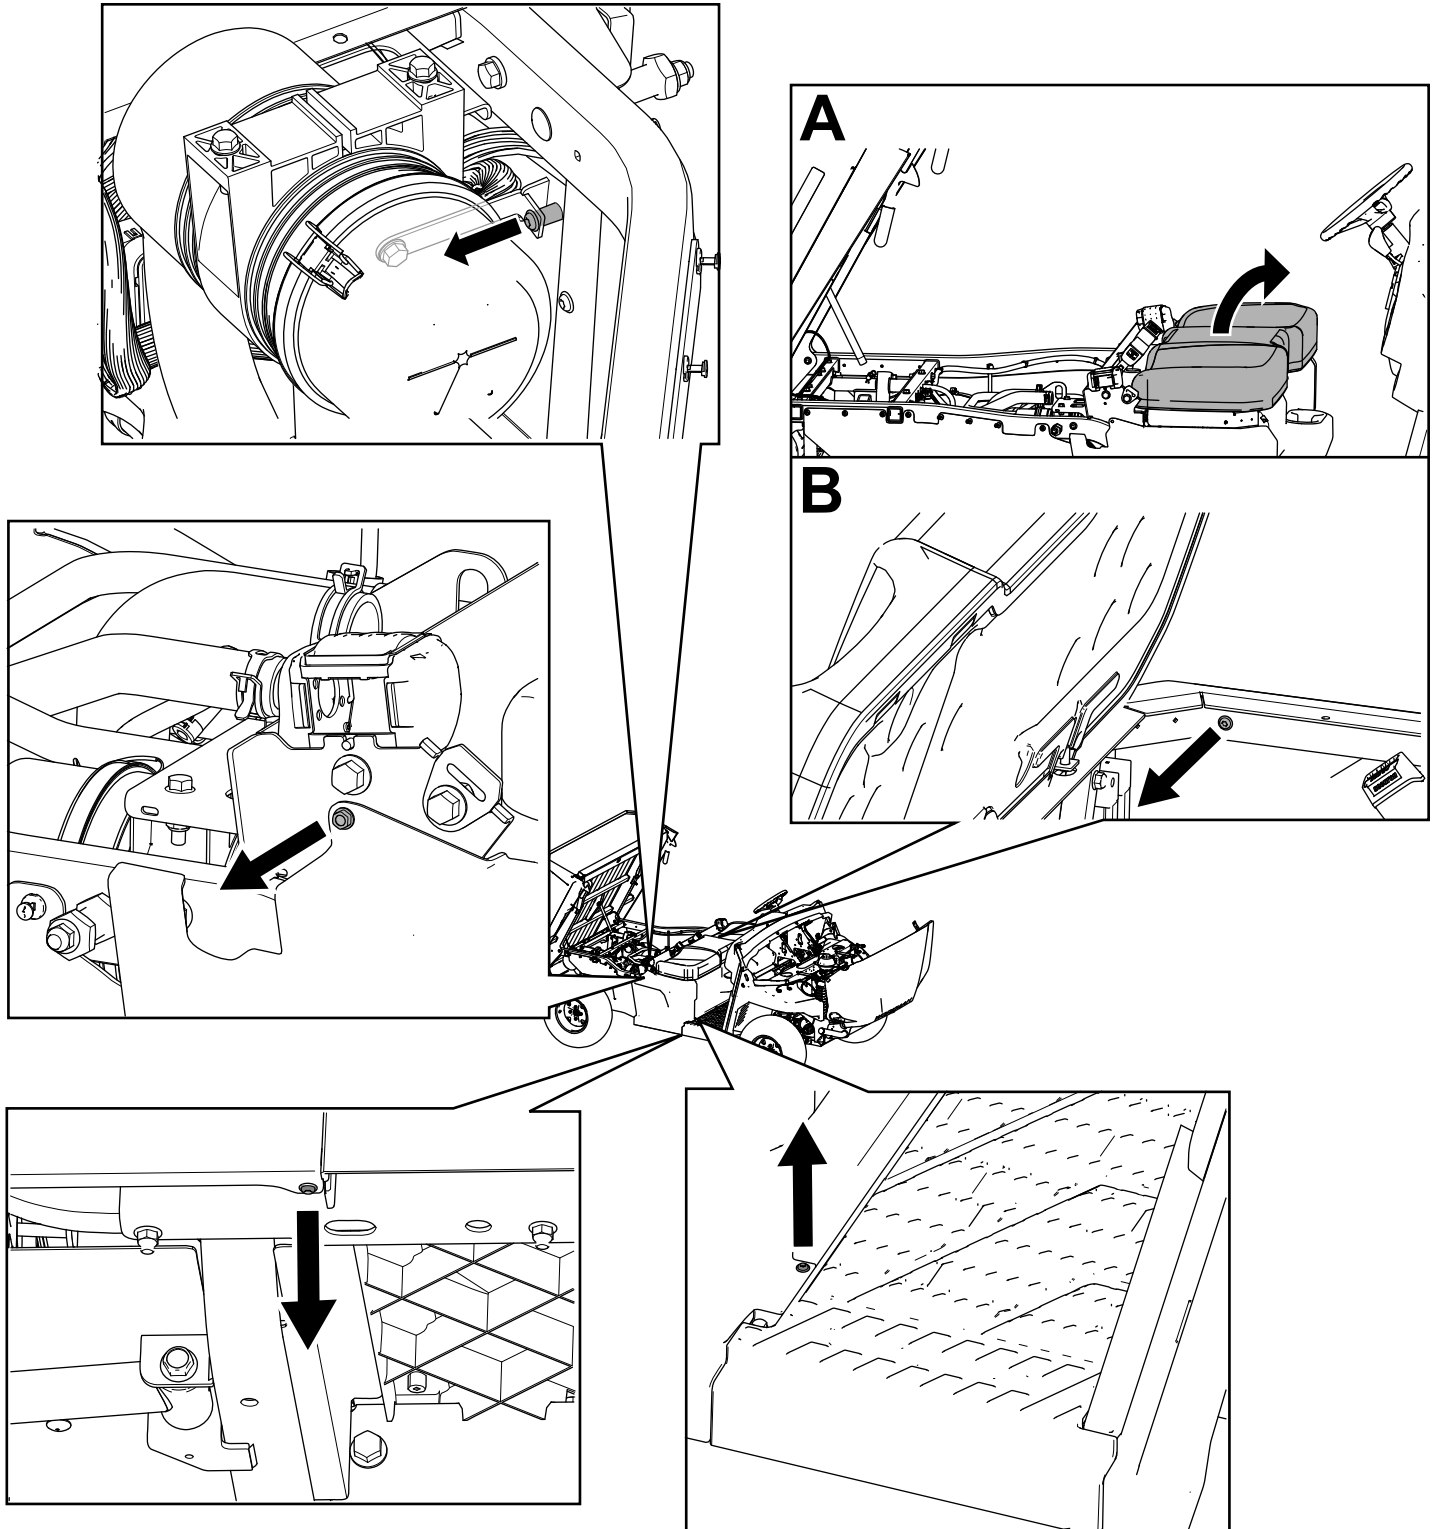

Figura 9
3. Rimuovete i bulloni a testa esagonale con rondella ($\frac{1}{4}$ " x $\frac{3}{4}$ "") e i dispositivi di fissaggio a testa torx T30 dai pannelli sedile di destra e di sinistra (Figura 9).